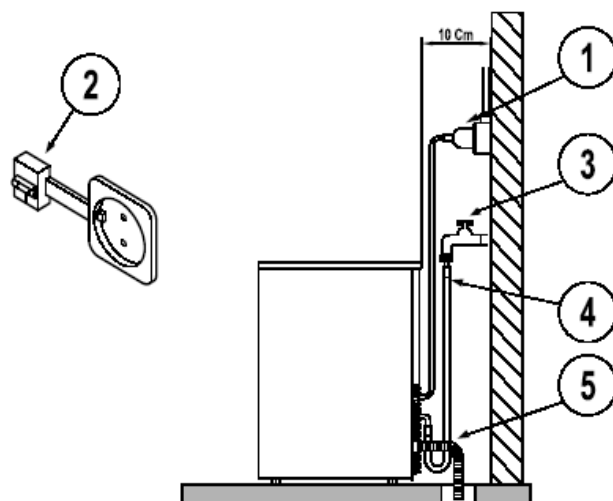
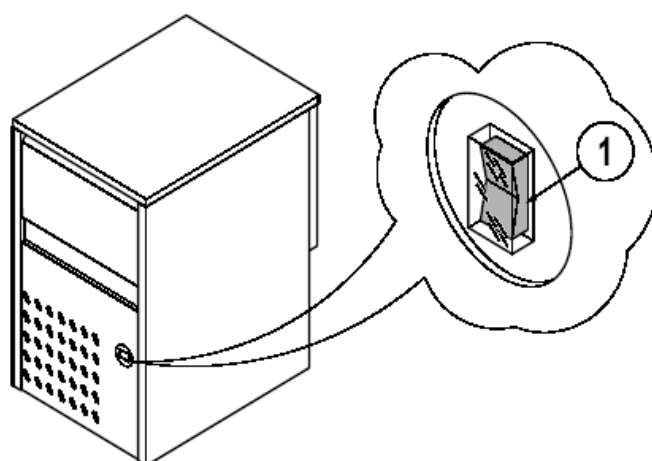

FIG. 2
FIG. 5
- odkręć zawór (rys.2, pkt.3) rury zasilania wody;
- włóż wtyczkę w gniazdko i włącz (rys.2, pkt.2);
- wciśnij przycisk zasilania urządzenia (rys.5, pkt.1).
- wyłącz urządzenie (rys.2, pkt.2) i wyjmij wtyczkę z kontaktu;
- system elektryczny: upewnij się czy poprawnie włożona jest wtyczka i czy oba przyciski (rys.2, pkt.2; rys.5, pkt.1) są w położeniu „ON” – włączone;
- system wodny: upewnij się czy zawór odcinający (rys.2, pkt.3) jest w pozycji „OTWARTE”;